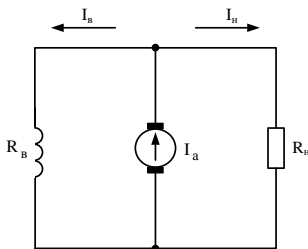

Рис. 1.
2. Генератор постоянного тока с параллельным возбуждением (рис.1.) работает на нагрузку, сопротивление которой $R_n = 5$ Ом, сопротивление обмотки якоря $R_a = 0,2$ Ом, сопротивление обмотки возбуждения $R_b = 230$ Ом, напряжение на зажимах генератора $U = 230$ В.